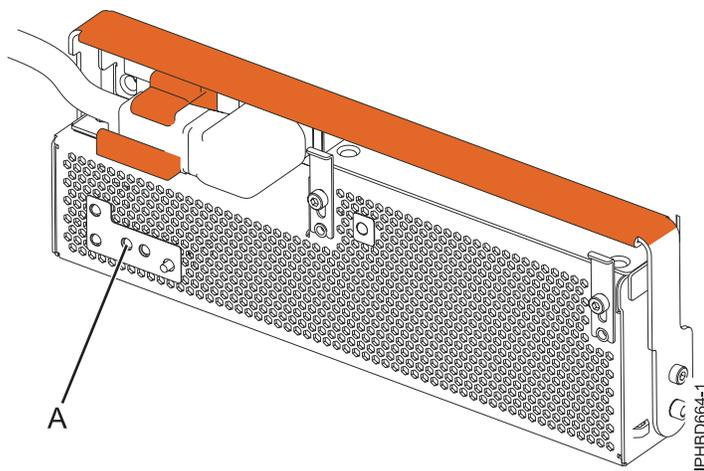

Figura 56. LED de error e identificación de FRU
Para identificar la fuente de alimentación, observe el estado del diodo emisor de luz (LED) de errores e identificación de unidad sustituible localmente (FRU) de color ámbar (A), como se muestra en la Figura 56. Un LED encendido (que parpadea o está encendido de manera continua) indica la fuente de alimentación anómala.